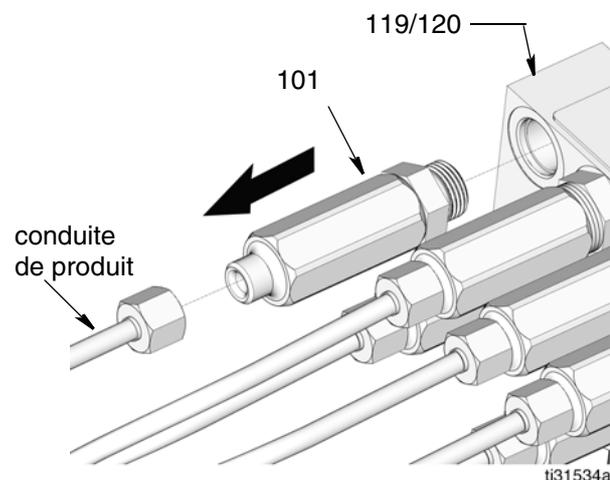

FIG. 38
- b. Retirer la conduite d'alimentation. Utiliser une clé à douille profonde de 5/8" pour retirer l'injecteur (101) du collecteur (119/120) (Fig. 38).